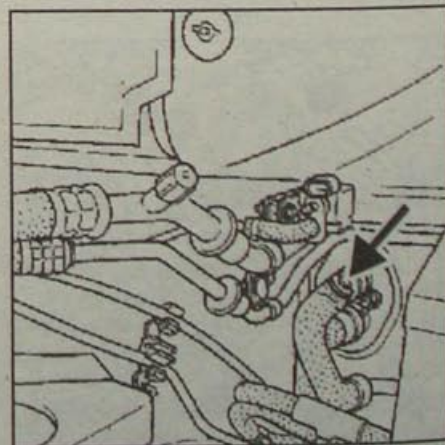

Рис. 3.77. Расположение пробки удаления воздуха
- Отверните пробки удаления воздуха на радиаторе, шлангах подвода к радиаторам системы отопления, на выходе из термостата и на корпусе для охлаждающей жидкости (рис. 3.77).